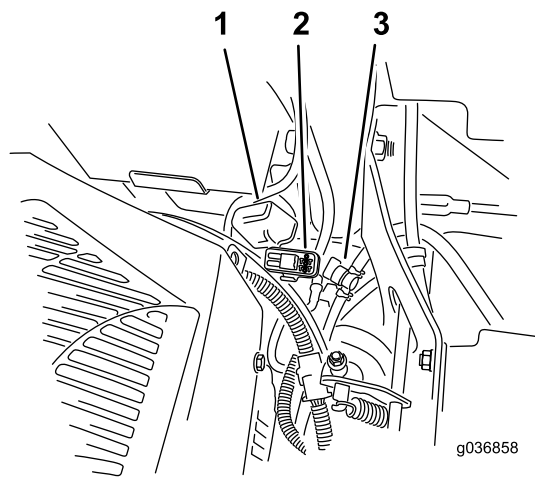

Figura 72
Los fusibles están situados en la consola de la derecha, junto al asiento (Figura 72).
2. Instale un fusible nuevo (Figura 72).